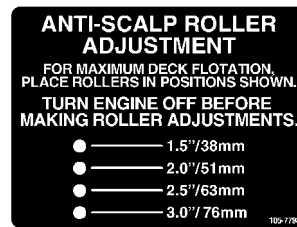

Figure 20
3. Lorsque la hauteur de coupe est réglée, enlevez l'écrou à embase, la bague, l'entretoise et le boulon (Figure 20).
4. Choisissez le trou qui convient pour que le galet extérieur se trouve le plus près possible de la hauteur de coupe correspondante voulue (Figure 20).
5. Posez le galet extérieur, la bague, l'entretoise, le boulon et l'écrou (Figure 20).